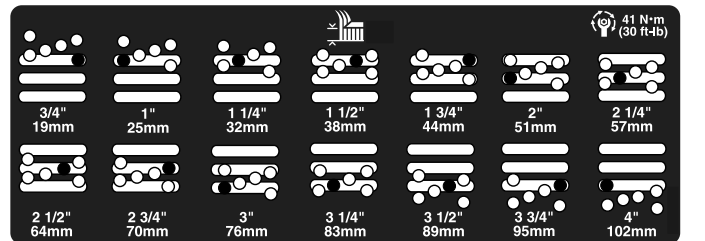

Рисунок 23
5. Переместите камеру на требуемую высоту скашивания и установите проставку в предусмотренные для этой высоты отверстие и паз (Рисунок 23).